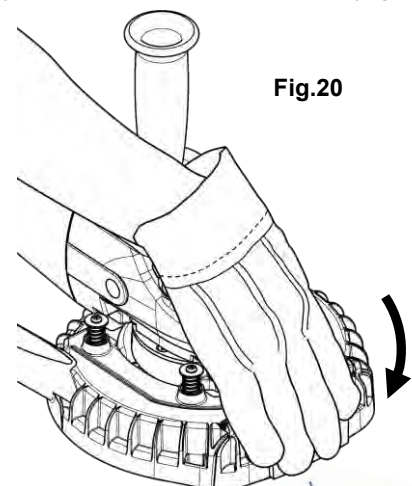

Fig.20
8. Apague la amoladora angular y aspire, y después cierre la tapa frontal. (Fig.20)